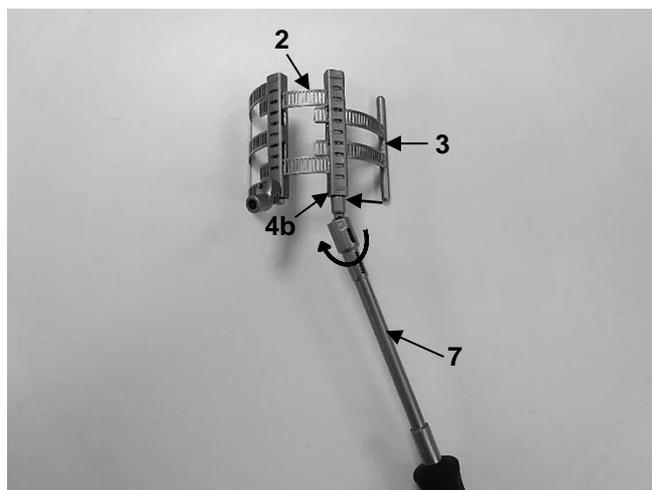

Fig. 18
2. Inserire quindi l'elemento secondario (3) nell'elemento primario (2) e ritrarlo con il cacciavite adatto (7). A tal fine, ruotare in senso antiorario il meccanismo di trasporto sul modulo a scatola dell'elemento primario (4b) utilizzando il cacciavite (7) (Fig. 18).